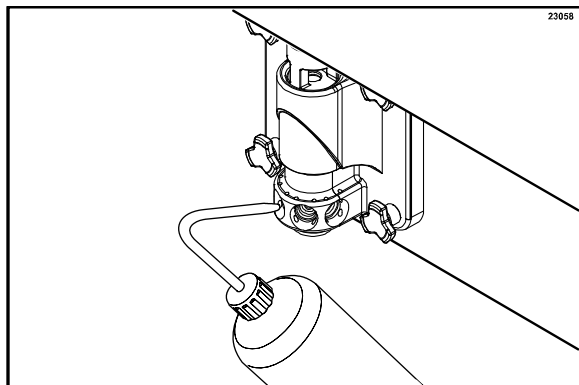

Figura 26
6. Encha a bisnaga com solução sanitizante. Com um balde embaixo da porta, insira a extremidade do tubo da bisnaga no orifício de saída do xarope e aperte a garrafa firmemente. Esta ação forçará a saída da solução para fora do orifício adjacente e para baixo em torno do spinner. Este procedimento deve ser realizado pelo menos 10 segundos por orifício. (Veja a Figura 26.)